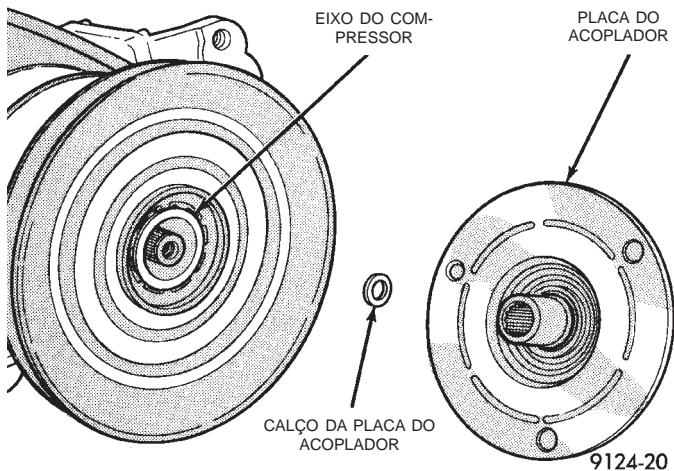

Fig. 6 Calço e Placa do Acoplador
(3) Bata na placa do acoplador com um martelo plástico para liberá-la das ranhuras no eixo do compressor. Remova a placa do acoplador e o (s) calço (s) do eixo do compressor (Fig. 6).